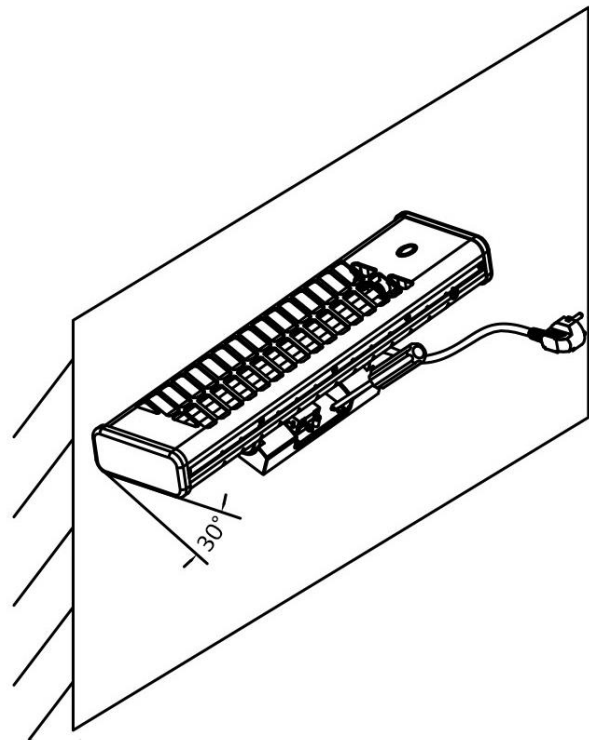

Abb. 6
7. Drehen Sie den Heizstrahler an der Wand ganz nach oben und ziehen Sie dann die zwei Schrauben an der Unterseite der Wandhalterung fest. (Siehe Abb. 6) Der Heizstrahler ist jetzt sicher an der Wand befestigt.